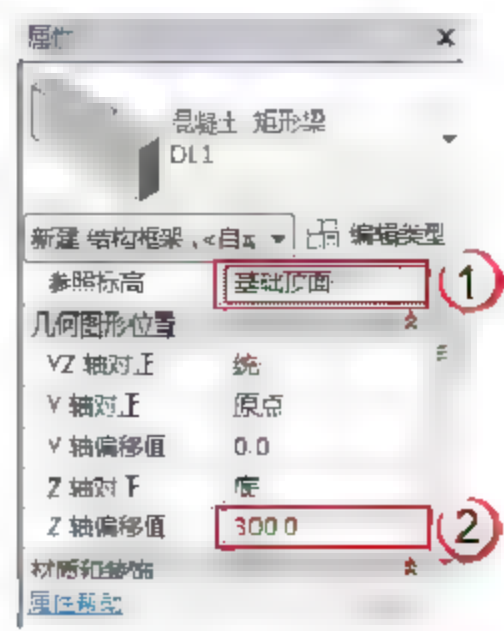
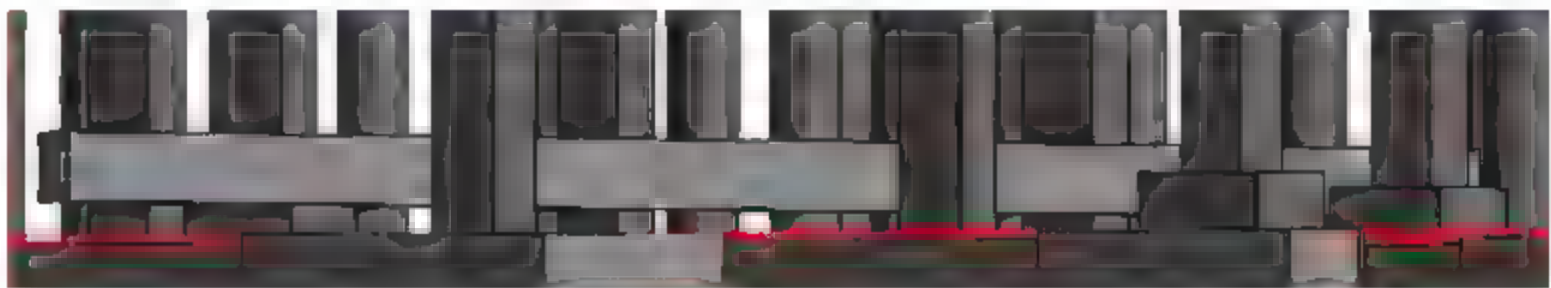

图 3.1.50 设置 Z 轴偏移值
图 3.1.51 绘制 DL1
(5) 绘制 DL1。选择“结构”→“梁”命令，在“属性”面板中调整参数标高（基础顶面），Z 轴偏移值 300 个单位，如图 3.1.50 所示。找到 DL1 的位置从一侧向另一侧绘制，如图 3.1.51 所示。